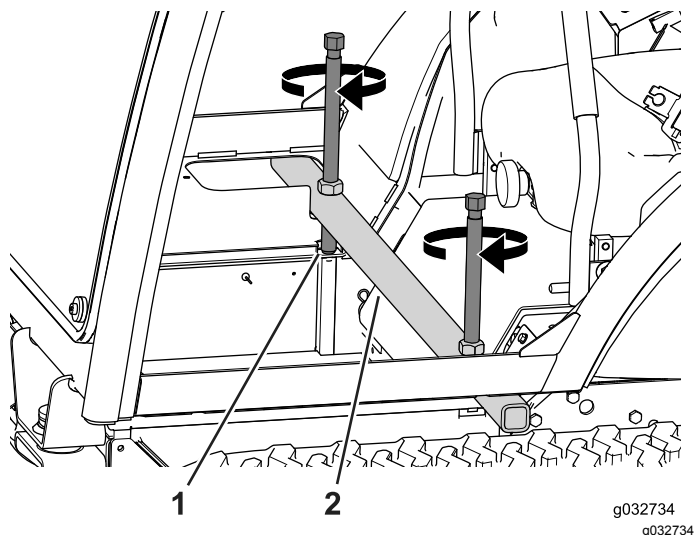

Рисунок 113
3. Установите подъемную штангу поперек рамы кабины (Рисунок 113).
4. Поочередно поворачивайте подъемные винты на несколько оборотов за раз, пока кабина не будет наклонена вперед (Рисунок 113).